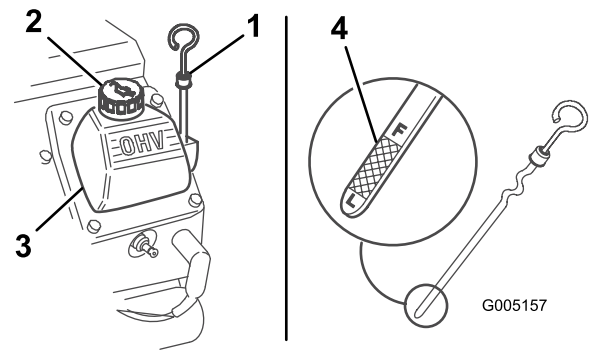

Figure 8
3. Nettoyez la surface autour de la jauge d'huile (Figure 8).
4. Sortez la jauge d'huile et essuyez soigneusement l'extrémité métallique (Figure 8).
5. Enfoncez la jauge complètement dans le tube (Figure 8).
7. Si le niveau est bas, nettoyez la surface autour du bouchon de remplissage et enlevez le bouchon (Figure 8).
8. Versez lentement une quantité d'huile suffisante dans le couvercle-culasse pour amener le niveau au repère du plein (F).